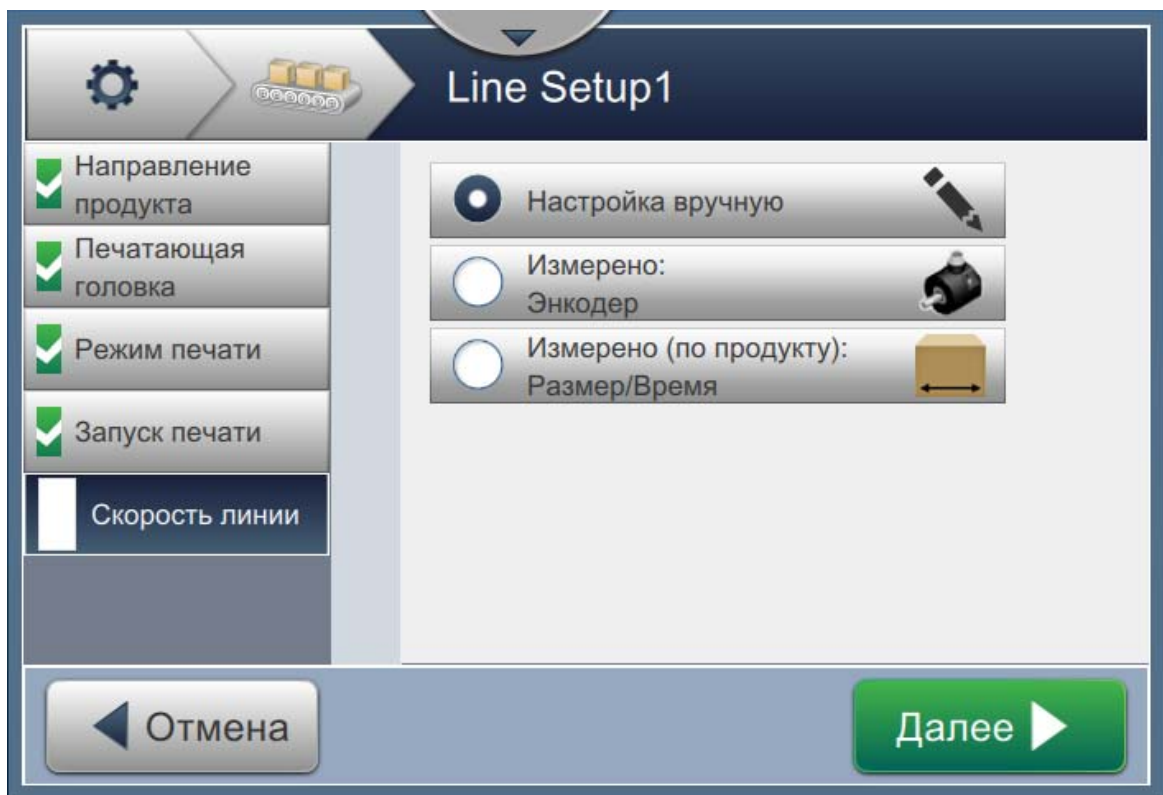

Рис. 6-33. Наладка линии — скорость линии
1. Нажмите параметр *Скорость линии* на экране параметров наладки линии, выберите нужную скорость линии, как показано на Рис. 6-33. Нажмите кнопку  , чтобы задать скорость линии.
1. Выберите параметр *Ручная настройка*, как показано на Рис. 6-33. Нажмите кнопку , чтобы ввести нужные параметры.
1. Выберите параметр *Определяется энкодером*, как показано на Рис. 6-33. Нажмите кнопку  , чтобы ввести нужные параметры.
1. Нажмите параметр *Определяется размером продукта/временем*, как показано на Рис. 6-33.